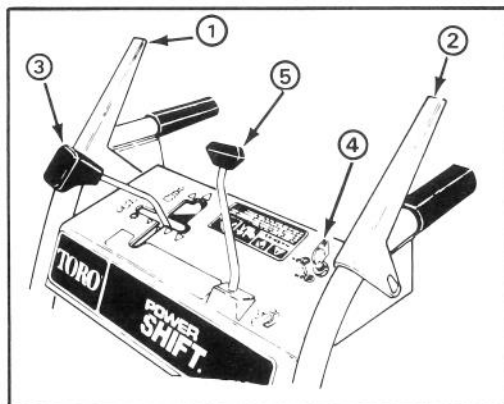

Abbildung 9
Räumwerk-kupplungshebel (Abb. 9)—Dieser Hebel hat zwei Stellungen: EIN und AUS. Zum Einschalten des Räumwerks und Gebläses den Hebel zum linken Griffholm drücken. Um den Antrieb zu stoppen, den Hebel loslassen.
Antriebshebel (Abb. 9)—Dieser Schalter hat vier Gänge nach vorwärts und zwei nach rückwärts; er steuert auch den Power Shift-Betrieb der Räder.
Räumwerk-Sperre: (Abb. 9)—Wenn sowohl der Räumwerk-kupplungshebel als auch der Antriebshebel gedrückt werden, sperrt der Antriebshebel den Räumwerk-kupplungshebel nach unten. Durch Freigabe des Antriebshebels wird der Räumwerk-kupplungshebel freigegeben..
Auswurfkontrolle (Abb. 9)—Auswurfkontrolle im Uhrzeigersinn rotieren, um den Auswurf nach rechts zu bewegen, und gegen den Uhrzeigersinn, um den Auswurf nach links zu bewegen.
Auswurfkontrolle (Abb. 9) — Auswurfkontrolle im Uhrzeigersinn rotieren, um den Auswurf nach rechts zu bewegen, und gegen
Zündschloß (Abb. 9)—Das Zündschloß hat zwei Stellungen: EIN und AUS. Den Zündschlüssel EIN drehen, ehe der Motor mit dem Rücklaufstarter angeworfen wird. Zum Abstellen des Motors den Schlüssel auf AUS drehen.
1. Den Geschwindigkeitshebel auf N—neutral—stellen sowie die Drossel auf SCHNELL (Abb. 9).
4. Den Zündschlüssel auf EIN drehen (Abb. 9).
1. Räumwerkkupplungshebel und Antriebshebel lösen (Abb. 9).